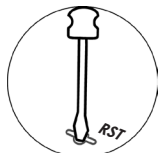

Рисунок 4
8.4 Датчик будет периодически включать индикатор зеленым цветом, что свидетельствует о его нахождении в режиме «Связывание». При отсутствии указанной индикации необходимо кратковременно замкнуть проводящим предметом (отверткой) контакты **RST** (Рисунок 4).
8.5 Когда датчик успешно подключится к HUB его индикатор на 2–3 секунды включится красным. После этого вы увидите датчик и всю информацию о нём в приложении. Время режима «Связывание» ограничено 100 секундами. Для возобновления режима «Связывание» необходимо кратковременно замкнуть контакты **RST** (Рисунок 4).